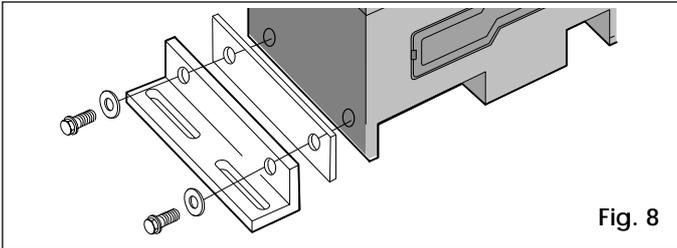

Fig. 8
- 1) Ensamblar los angulares de fijación y los espaciadores antivibración al actuador de la manera ilustrada en la Fig. 8.